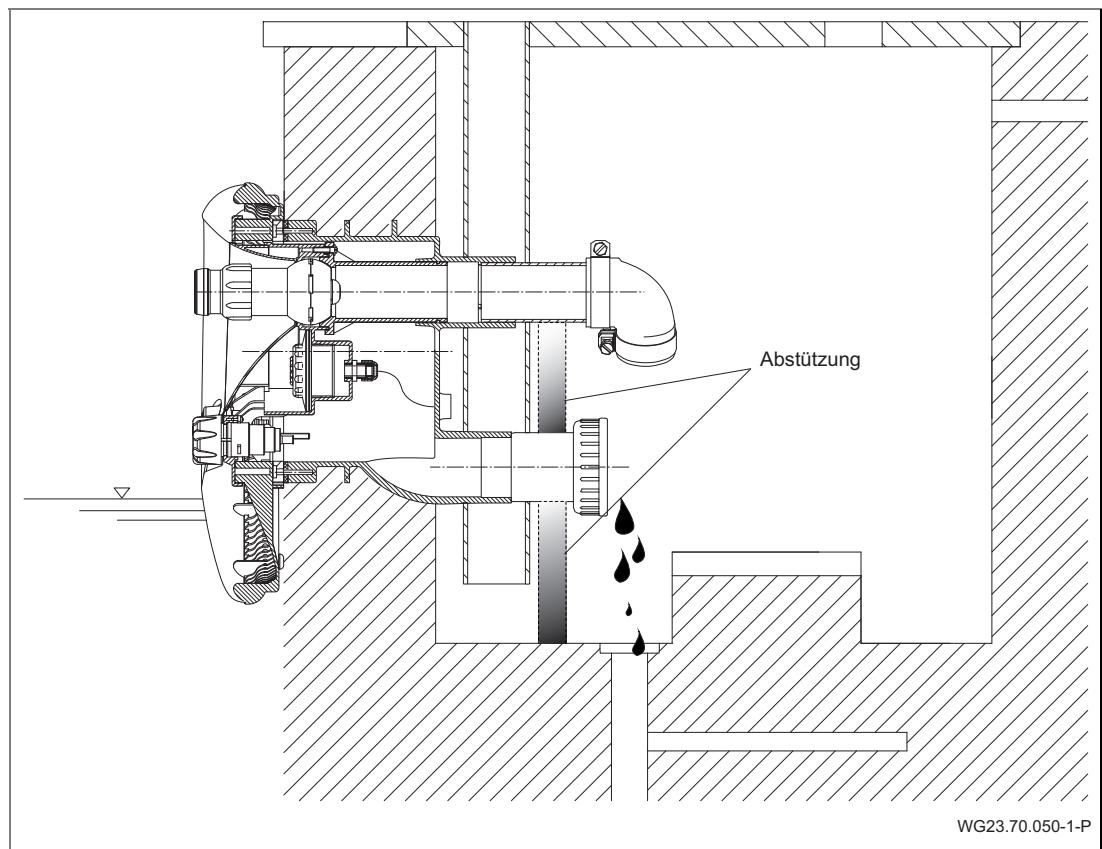

Abb. 28
3. Saug- und Druckleitung durch Abstützung entlasten. Siehe "Abb. 28" auf Seite 47.